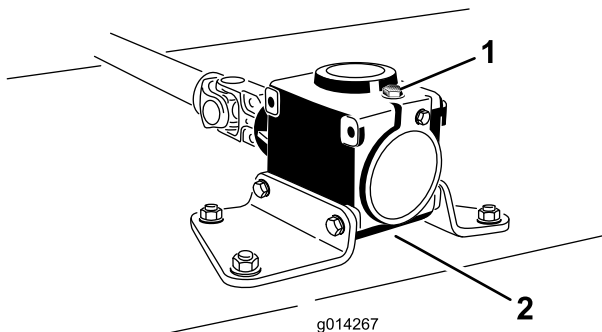

Рисунок 42
6. Извлеките щуп/снимите пробку заливной горловины с крышки редуктора (Рисунок 42) и убедитесь в том, что уровень масла находится между отметками на щупе.
6. Извлеките щуп/снимите пробку заливной горловины с крышки редуктора (Рисунок 42).